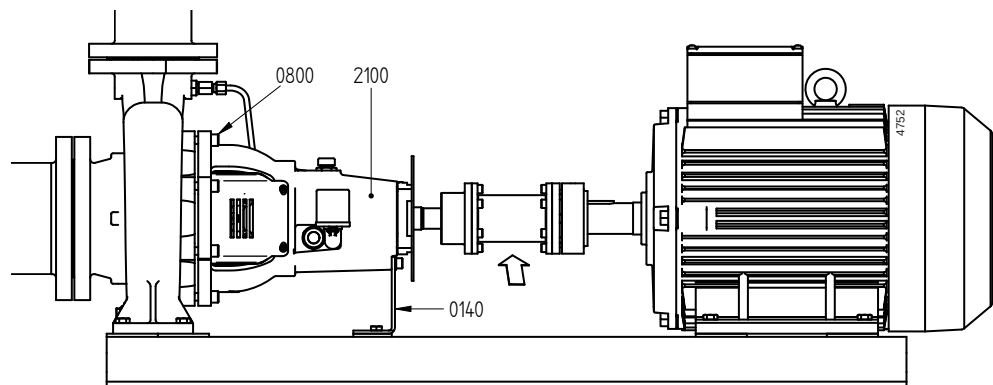

图 12: 背部拉出原理。
- 3 将托臂支座（0140）从底板上松开，请见 图 12。